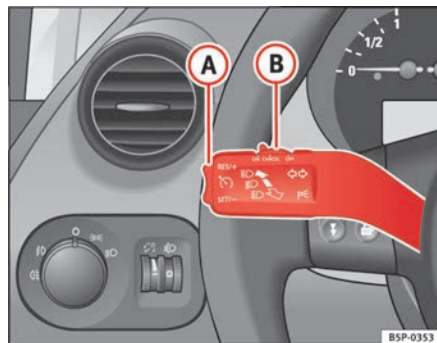

Fig. 147 Palanca de intermitentes y de luz de carretera: conmutador y tecla basculante para el regulador de velocidad
- Mueva el mando ⇒ fig. 147 **B** hacia la izquierda hasta la posición **ON**.